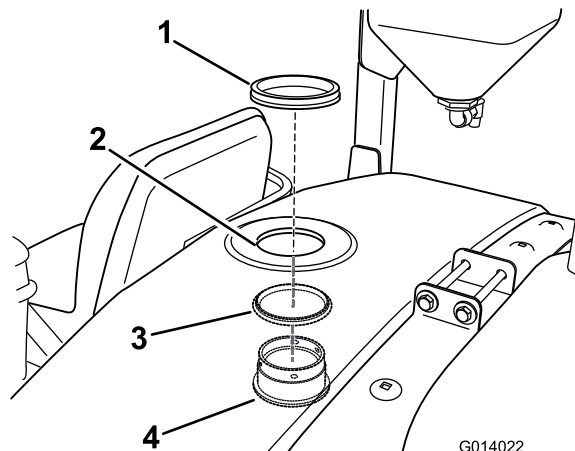

図 18
2. バルクヘッドとOリングをタンクの内側から外側に向けて、先ほど作った穴に取り付ける 図 18。